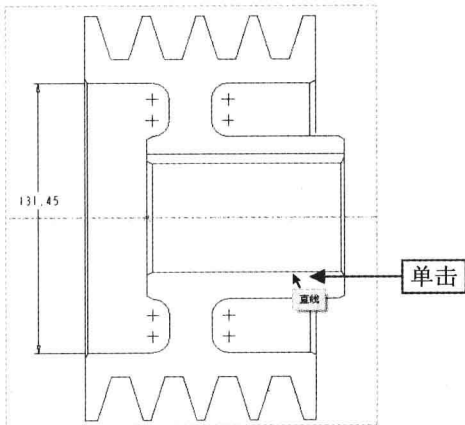

图 3-69 单击鼠标左键
Step 03 在中心线两侧的水平直线上依次单击鼠标左键，如图 3-69 所示。